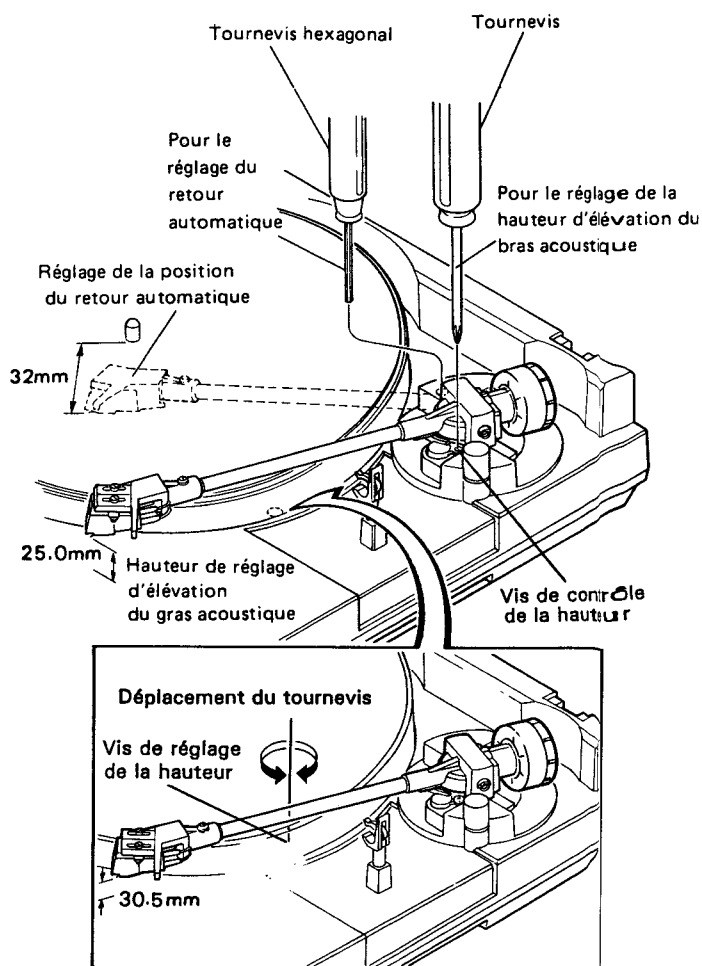

Fig. 8-3 Réglages de la hauteur d'élévation du bras acoustique et du retour automatique
5. Arrêter de tourner la vis de réglage sur le point pour lequel il y a un écart de 32mm entre la pointe de lecture et l'axe central. (Fig. 8-3)
3. Tourner la vis de réglage de hauteur pour régler la pointe à 30.5 mm au-dessus du coffret (Fig. 8-3).